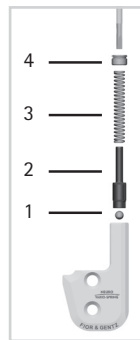

Fig. 6
- 1 Montare l'unità funzionale. Osservare la sequenza corretta: sfera (1), bullone (2), molla a compressione (3) (fig. 6).
- 2 Avvitare la vite di pressione (4) saldamente. In questo modo, l'unità funzionale viene fissata nel canale della molla della piastra di copertura.